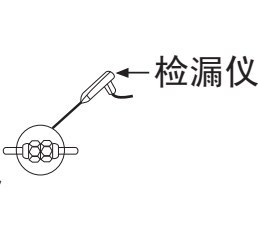

图 45
- 3 在接口处用检漏仪或者肥皂水来检查是否有泄漏。（如图45）
- 4 用 ⑪ 塑料绝缘带把铜管和连接电缆包起来。